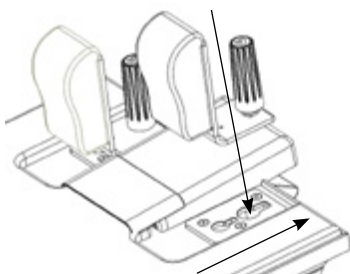

Figura 1
1. En la parte inferior de las hombreras sobresalen dos pernos. Éstos encajan en la base y fijan el apoyo de las hombreras. Desplazar hacia abajo las hombreras hasta hacer coincidir los pernos con los orificios de la base del carro. Deslizar las hombreras lejos de la base del carro hasta hacer tope. Ver la figura 1.